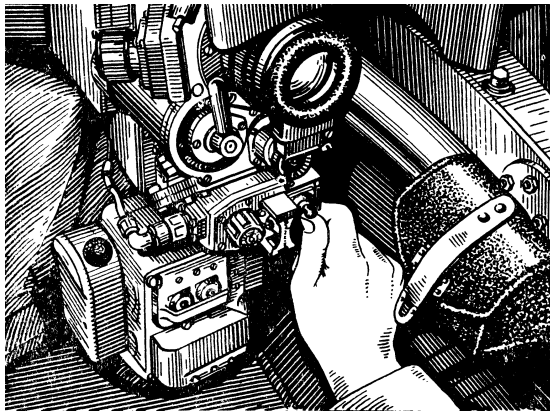

Рис. 60. Вмикання підсвічування сітки шкали прицілу 1ПЗ-3
- ввімкнути підсвічування сітки та рухомого штриха (при поганій їх видимості у полі зору прицілу 1ПЗ-3), для чого перевести вимикач з написом «ПОДСВЕТКА» в положення «ВКЛ.» (рис. 60);